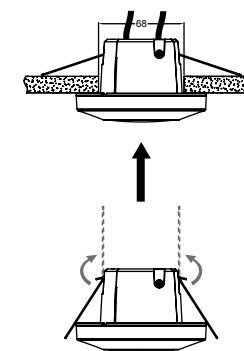

ABB. 10
4. Stecken Sie dann den Sensor in das gebohrte Loch in der Decke (ABB. 10).